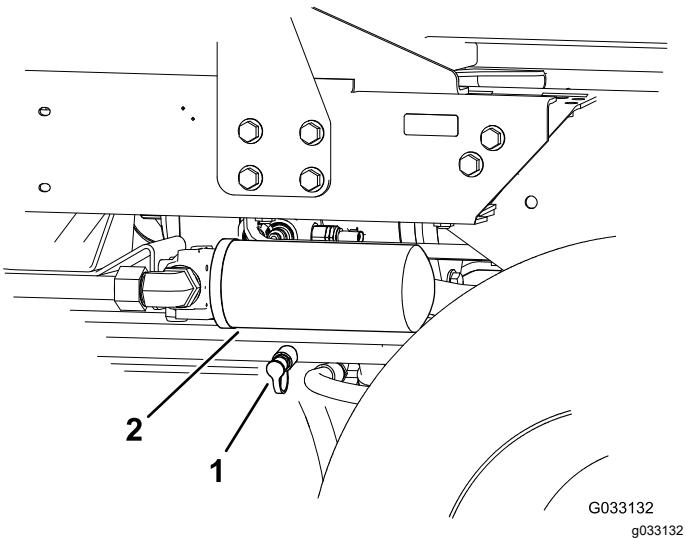

Bild 44
2. Schließen Sie einen Hydraulikschlauch zwischen dem eingebauten Diagnose-Anschlussstück im Heckantriebverteiler und dem Testanschluss für den Rückwärtsantriebsdruck (Bild 44) an.